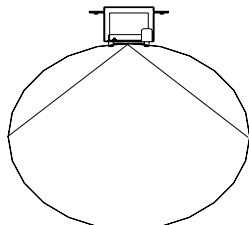

Fig. 9 - TUBAZIONE D.150-500mm
- 5) N° rivelatori consigliato : vedi a seguito figure 9, 10, 11.